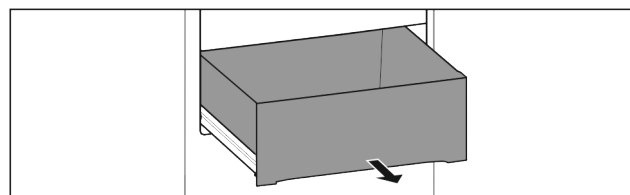

Fig. 13
- ❑ Висувний ящик повністю витягнуто (див. Fig. 13) .